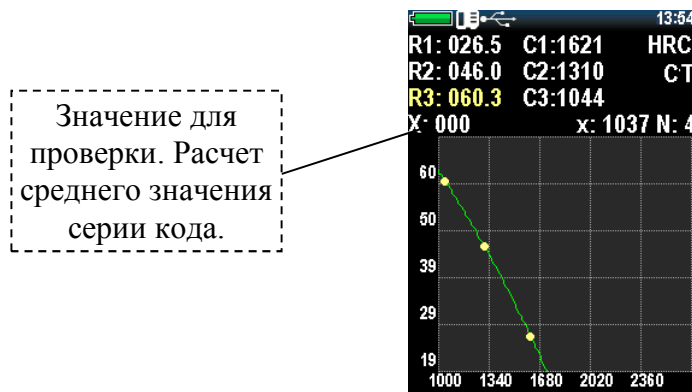

Рисунок 2.32 – Выполненная калибровка для одного образца
- Перейти к следующему номиналу «», и проделать ту же самую процедуру с другими образцами (рис. 2.32).